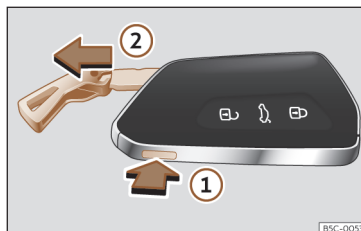

Fig. 63 Chave do veículo: retirar o palhetão.
- Pressione o botão >>> Fig. 63 (1) para fazer sair a argola em forma de porta-chaves e poder retirar o palhetão (2). Se pressionar levemente a argola, esta ficará fixa em forma de porta-chaves.
- Pressione o botão >>> Fig. 63 (1) para des-bloquear. Mantenha o botão pressionado (1) e, simultaneamente, puxe a argola na direção da seta >>> Fig. 63 (2) para retirar totalmente o palhetão.